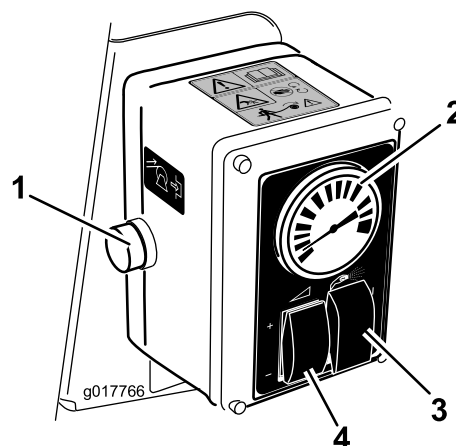

Figure 21
5. Placez le sélecteur de pulvérisation en position manuelle (Figure 21).
6. Réglez la commande de débit et la manette d'accélérateur pour augmenter ou réduire la pression au manomètre à la valeur voulue (Figure 21).